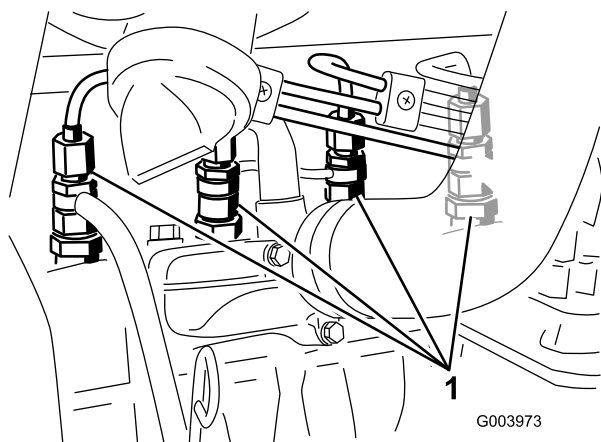

図 44
1. 燃料噴射ポンプの No. 1 インジェクタノズル（図 44）へのパイプ接続部をゆるめる。